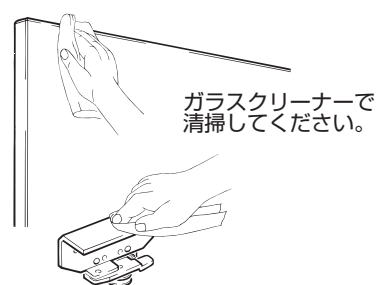

図 3-5-1
- (1) 上下のおよび内外用のローラーおよびガイド (①~④) の扉への接着は、次のように行なってください。
- [1] 接着するガラス面を、およびガイドの接着面をクリーナー等で清掃してください (図 3-5-1)。